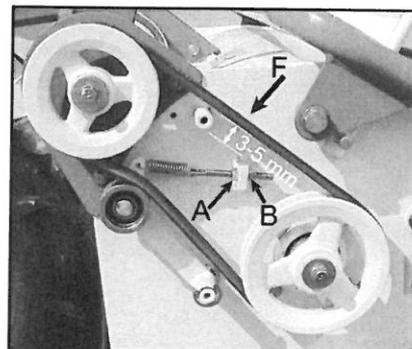

Figure 22
- Poussez la courroie avec un doigt sur (F, Figure 22) de la ceinture doit passer de 3 à 5 mm. Si la courroie ne se déplace pas en conséquence, ajuster avec les vis A et B.